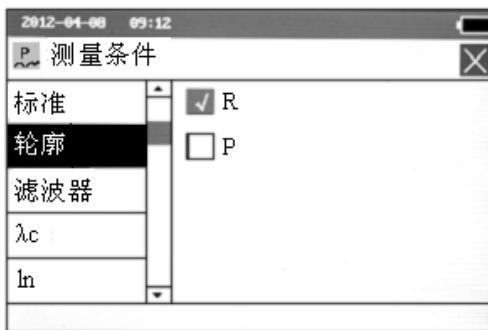

图 2-12 设置轮廓
- ◆ 触摸屏操作：点按屏幕中“轮廓”选项进入设置状态（见图 2-12），再按“□”可选择相应的轮廓，点按 \times 退出修改测量条件状态。
- ◆ 按键操作：按 $\left[\begin{smallmatrix} \uparrow \cdot Ra \dots \\ \downarrow \cdot PRINT \end{smallmatrix}\right]$ 选择“轮廓”选项，按回车键 $\left[\begin{smallmatrix} \leftarrow \\ \rightarrow \end{smallmatrix}\right]$ 进入设置状态（见图 2-12），按 $\left[\begin{smallmatrix} \uparrow \cdot Ra \dots \\ \downarrow \cdot PRINT \end{smallmatrix}\right]$ 选择轮廓，再按 $\left[\begin{smallmatrix} \leftarrow \\ \rightarrow \end{smallmatrix}\right]$ 确认，按 $\left[\begin{smallmatrix} \leftarrow \cdot E \\ \leftarrow \cdot E \end{smallmatrix}\right]$ 退出设置状态，再按 $\left[\begin{smallmatrix} \leftarrow \cdot E \\ \leftarrow \cdot E \end{smallmatrix}\right]$ 退出修改测量条件状态。